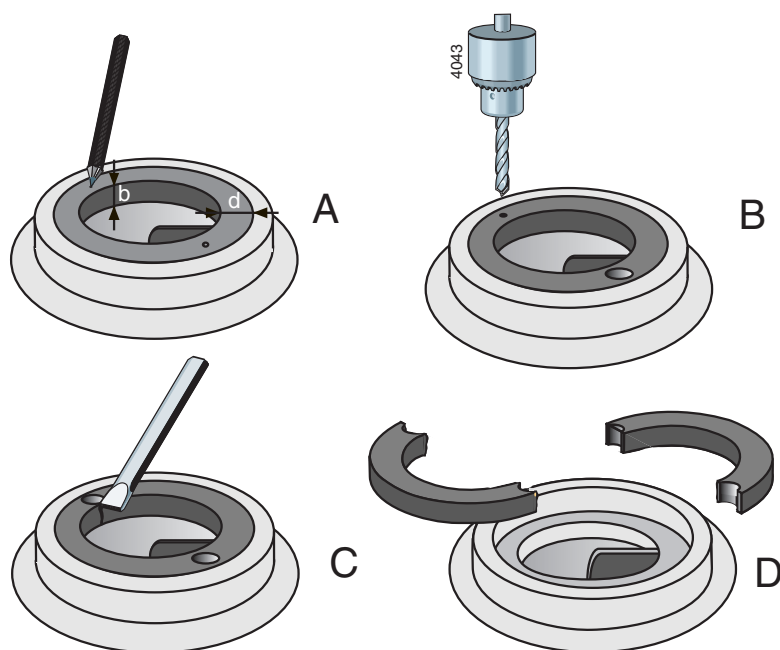

Рисунок 9: Извлечение компенсационного кольца
- 1 Измерьте толщину (D) и ширину (B) кольца, см. рисунок 9 A.
- 2 Прodelайте центрующие отверстия посередине кромки кольца в двух противоположных точках, см. рисунок 9 B.
- 3 Пользуясь сверлом с диаметром несколько меньшим, чем толщина кольца (D), просверлите в кольце два отверстия, см. рисунок 9 C. Глубина сверления не должна превышать ширину кольца (B). Старайтесь не повредить установочную фаску корпуса насоса.
- 4 Пользуясь зубилом, вырубите оставшуюся часть толщины кольца. Теперь кольцо можно разделить на две части и извлечь его из корпуса насоса, см. рисунок 9 D.